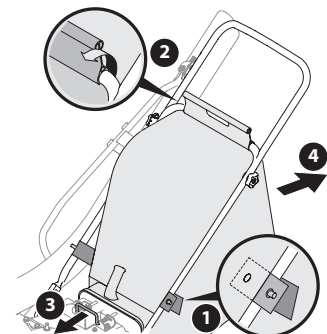

Figure 9
2. Décrochez l'attache du sac du guidon inférieur. Voir Figure 9.